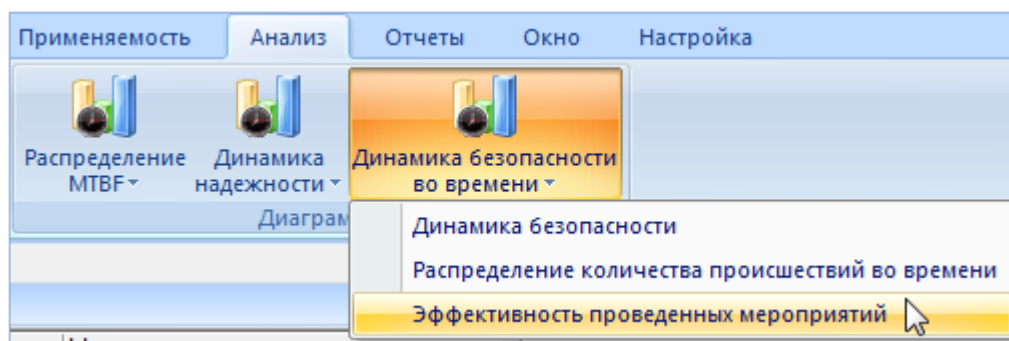

Рис. 31-10 – Выбор диаграммы по безопасности
- 3) Нажать кнопку «Динамика безопасности во времени» панели «Диаграммы» на вкладке «Анализ» и выбрать пункт «Эффективность проведенных мероприятий» (рис. 31-10).